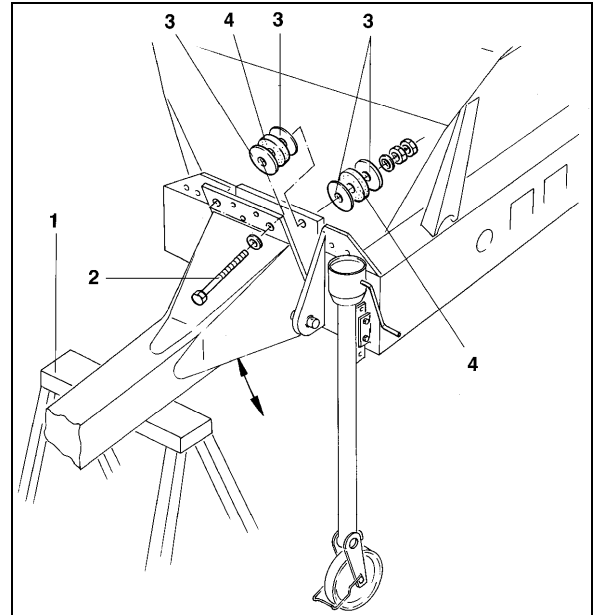

Рис. 48
2. Установите дышло на неподвижную опору (Рис. 48/1) и выверните оба крепёжных болта (Рис. 48/2).
3. Регулировать высоту дышла можно с помощью распорных шайб (Рис. 48/3) Убирать промежуточные элементы (Рис. 48/4) запрещается. Они гасят удары, передаваемые от трактора на распределитель.